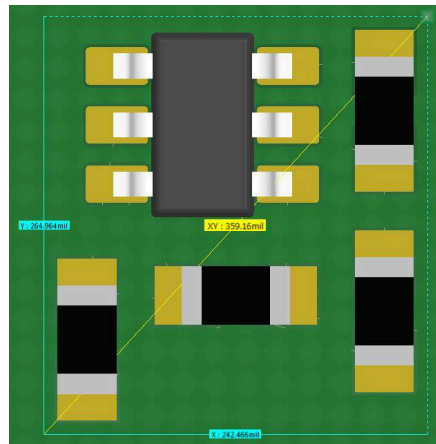

图 2-2. TPS3701 示例布局
- TPS3701**：这款具有宽输入电压 ( $V_{in}$ ) 范围的电压检测器可监控高达 36V 的电压，典型监控精度为 0.25%。该器件采用 6 引脚 SOT 封装，尺寸为 2.9mm x 1.6mm，只需三个外部电阻器即可设置故障阈值，并需要至少一个外部上拉电阻器来提供开漏输出，如图 2-2 中所示。TPS3701 通过便捷的单器件解决方案来提供欠压和过压监控功能。